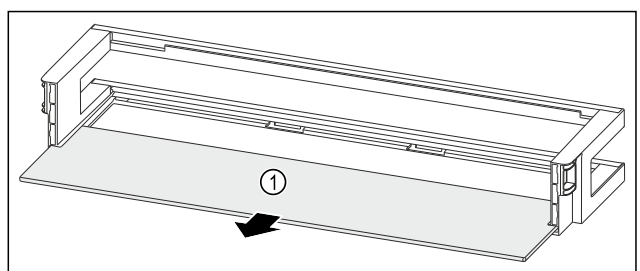

Fig. 192 Deurrek met draagplateau
- ▶ Draagplateau Fig. 192 (1) verwijderen.